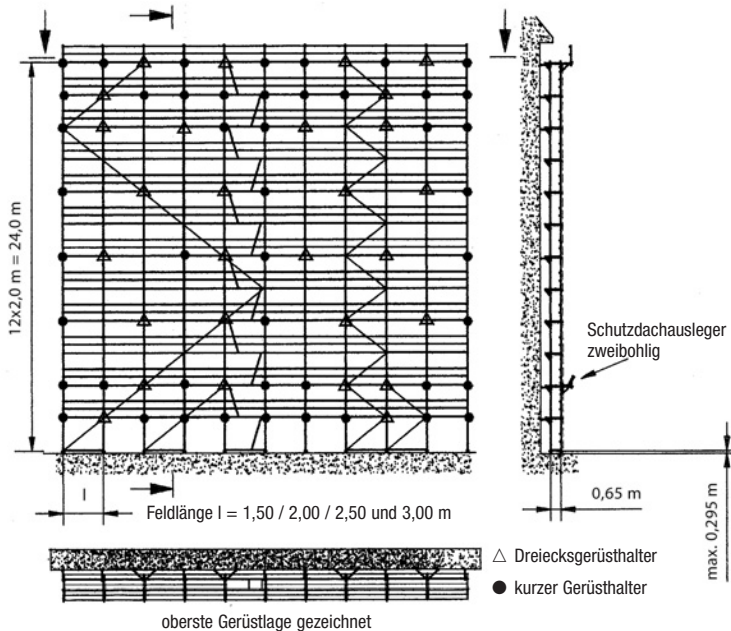

Bild 18
- a) weiterer Aufbau wie in Bild 18 dargestellt und auf Seite 29 beschrieben